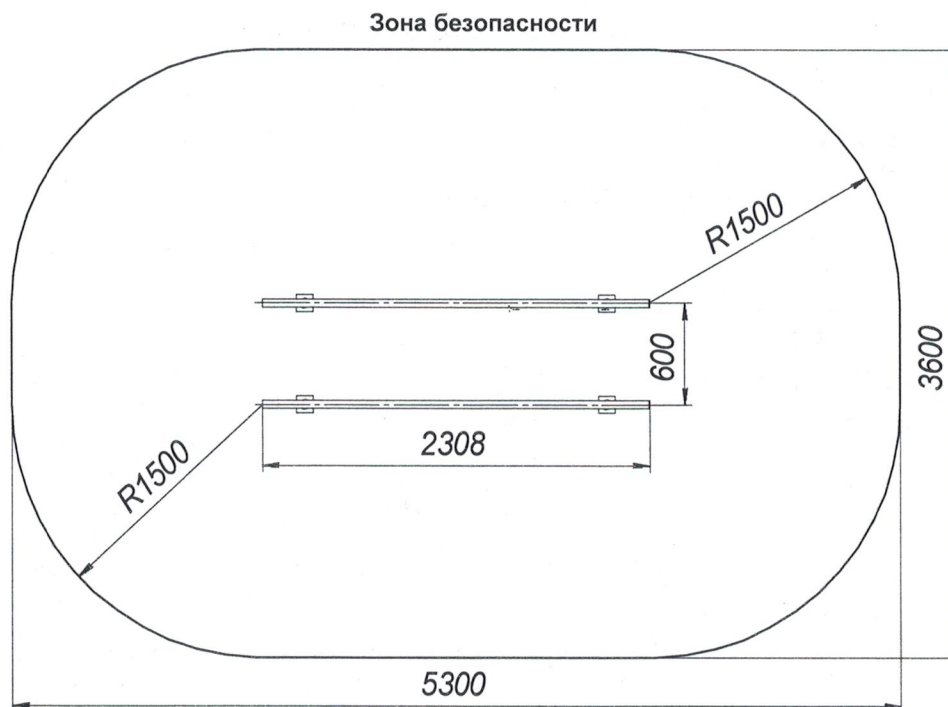

Рис.2
- 10.1.2 Установка Изделия должна проводиться на ровной площадке, свободной от насаждений. Размер площадки не меньше указанного на рис. 2.